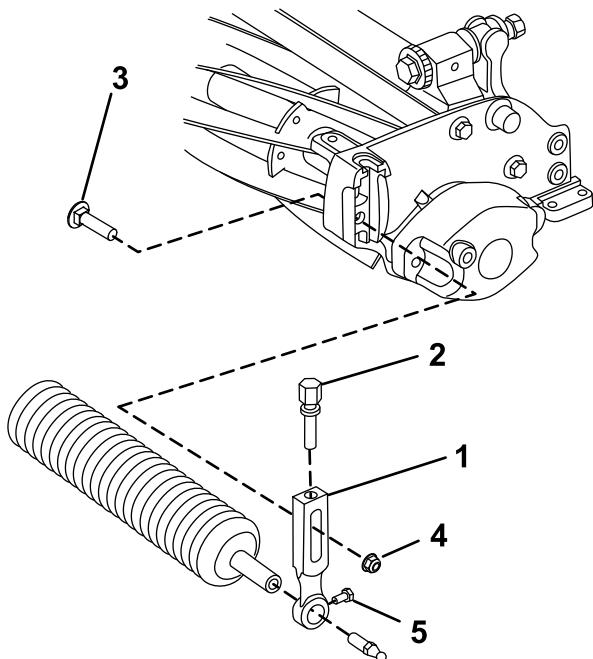

图 3
1. 卸下将其中一个剪草高度臂固定至滚刀组侧板的防松螺栓及凸缘锁紧螺母 图 3。
2. 旋松剪草高度臂上的滚筒安装螺丝 图 3。
3. 将滚筒轴滑入滚刀组另一端上的剪草高度臂中 图 3。
4. 将剪草高度臂滑到滚筒轴上 图 3。
5. 用之前卸下的剪草高度臂和紧固件将滚筒松松地固定到滚刀组上 图 3。
7. 拧紧滚筒安装螺丝 图 3。